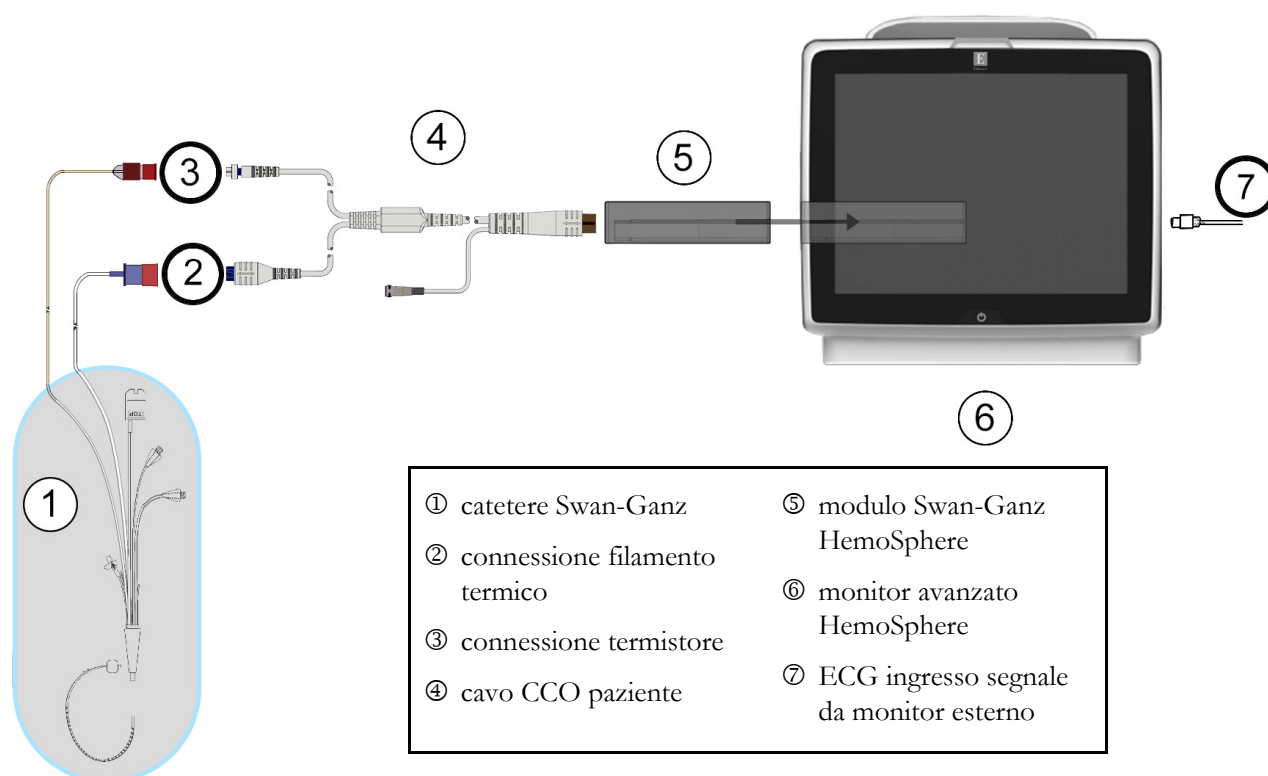

Figura 9-8 Panoramica della connessione EDV/RVEF
- 2 Collegare l'estremità con il catetere del cavo del paziente al termistore e ai connettori del filamento termico sul catetere CCombo V Swan-Ganz. Queste connessioni sono indicate con le lettere ② e ③ nella figura 9-8.